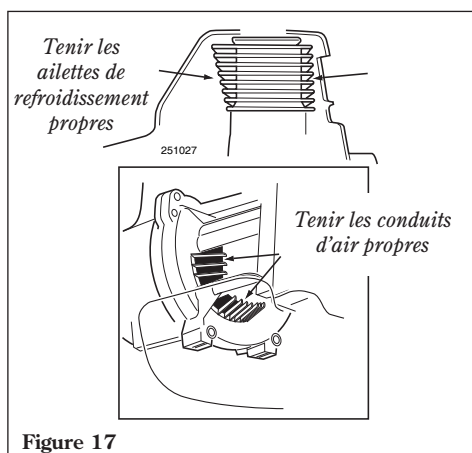

Figure 17
- Enlever la saleté et les débris sur le moteur, inspecter les ailettes de refroidissement et le filtre à air et les nettoyer au besoin. Voir Figure 17.